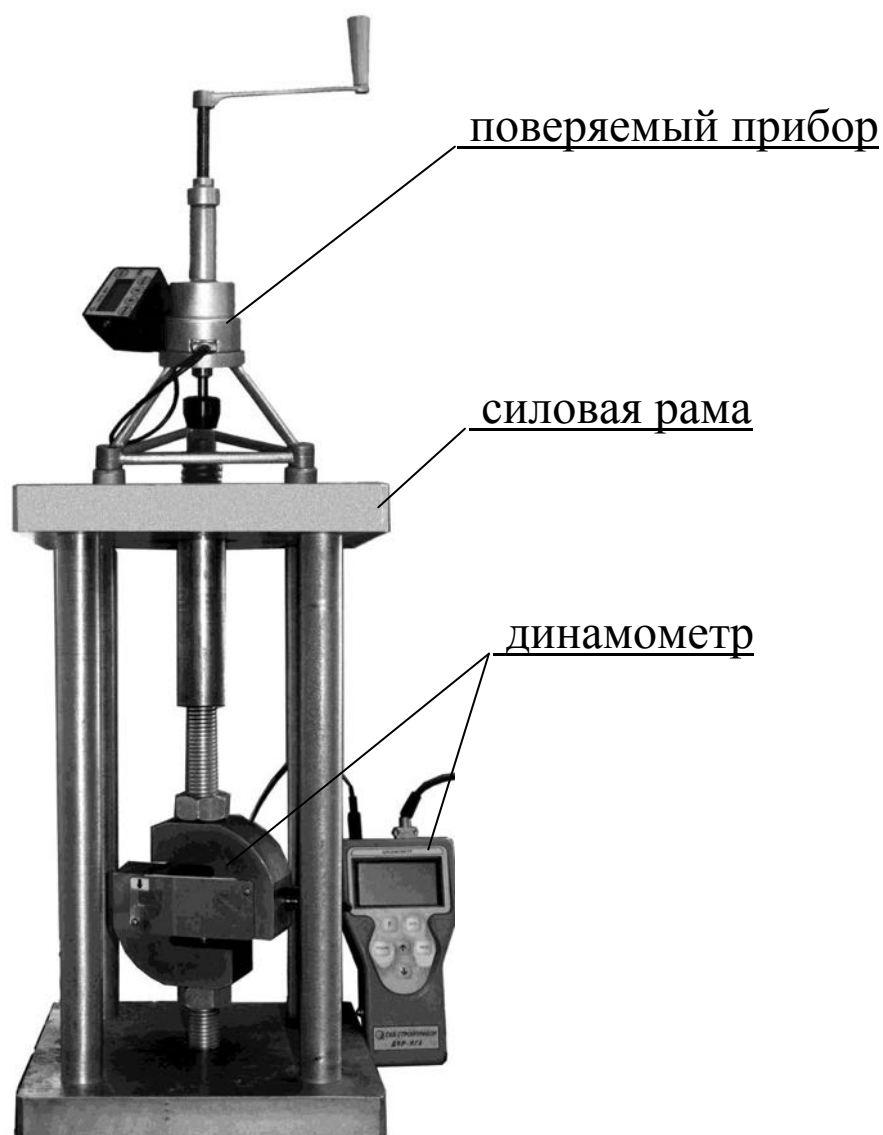

Рисунок 3 – Установка прибора при поверке
4.5.4.1 Динамометр устанавливают между нижней и верхней плитой силовой рамы, поверяемый прибор устанавливают опорами на верхнюю плиту силовой рамы. Схема установки прибора при поверке приведена на рис. 3.